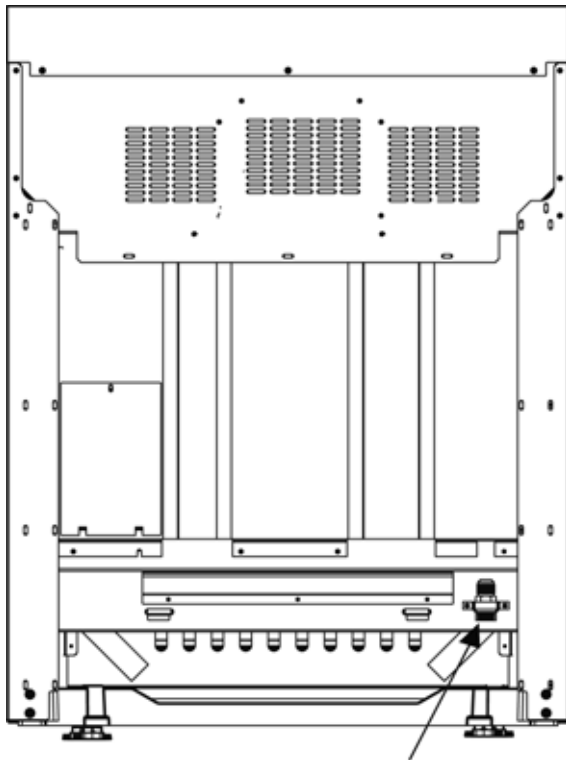
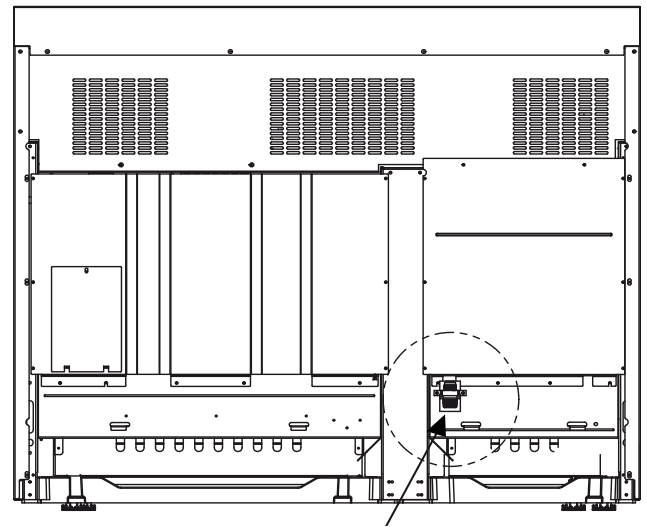

Figura 8: Ubicación de la línea de suministro de gas para las estufas de 30\"/>
Figura 9: Ubicación del suministro de gas en las estufas de 48\"/>
- Utilice una línea flexible de 3/4" entre el suministro de gas y la línea de suministro del aparato. La línea de suministro de gas está ubicada en la parte inferior derecha de todas las estufas. (Ver figura 8 y figura 9). La línea de suministro de gas del aparato es de tipo NPT 1/2". Tenga cuidado de no torsionar la manguera